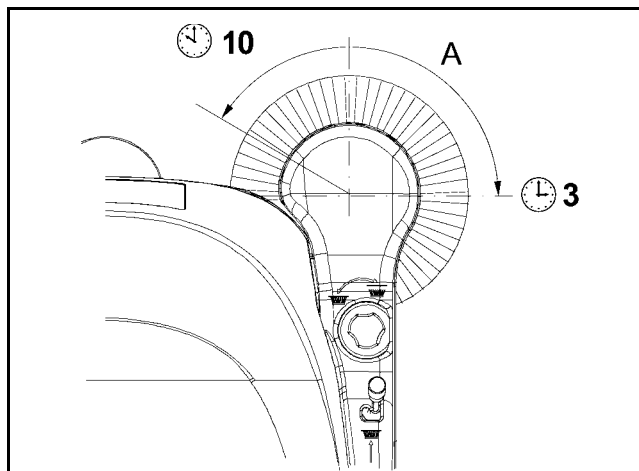

Figure 7
- vérifier que la trace laissée par le balai latéral correspond, en extension et direction, à l'arc (A, Fig. 7): il doit toucher le sol pour un arc de cercle compris entre les positions "dixième heures" et "trois heures" d'une montre.